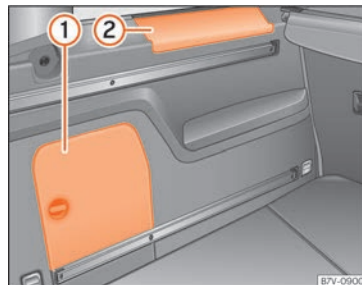

Abb. 191 Im Gepäckraum: seitliches Ablagefach
Seitlich im Gepäckraum befinden sich weitere Ablagefächer » **Abb. 191** ① und ②. Zum »